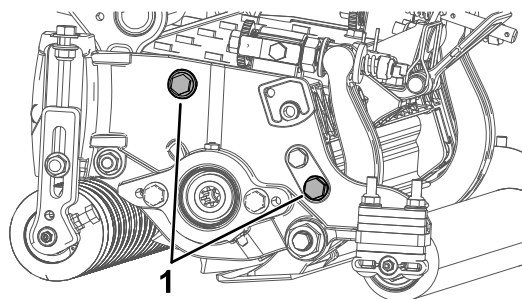

Figure 13
**Remarque:** La position du rouleau arrière par rapport au cylindre est contrôlée par les tolérances d'usinage des composants assemblés et le réglage du parallélisme n'est donc pas nécessaire. Un réglage limité est possible en plaçant l'unité de coupe sur un plan de travail et en desserrant les vis de fixation de la plaque latérale (Figure 13). Réglez et serrez les vis. Serrez les vis de fixation à un couple de 37 à 45 N·m.